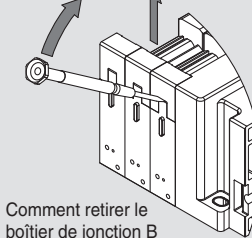

Fig. 4
- 7) Retirez la carte de circuit imprimé-connexion, puis le connecteur. (Voir **Fig. 4**.)
- 9) Remontez le connecteur et la carte de circuit imprimé-connexion. (Voir **Fig. 4**.)